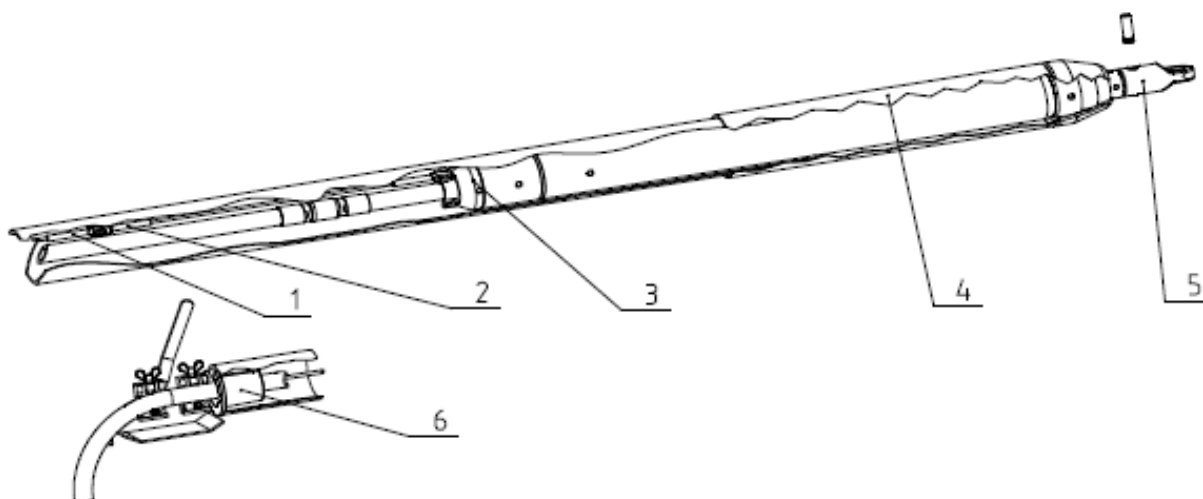

Figura 9.13.1
Pentru a instala tevilor cu diametrul de $\varnothing 200$ mm (Figura 9.13.1), este necesar urmatorul echipament: expandor 219mm (4), capat de remorcare (5), troliu (se achizitioneaza separat!), cablu de tragere (1), racheta MAX cu instrument de remorcare (3), cablu de conectare (2), intinzator (6) cu manson cu diametrul in functie de teava care trebuie instalata.